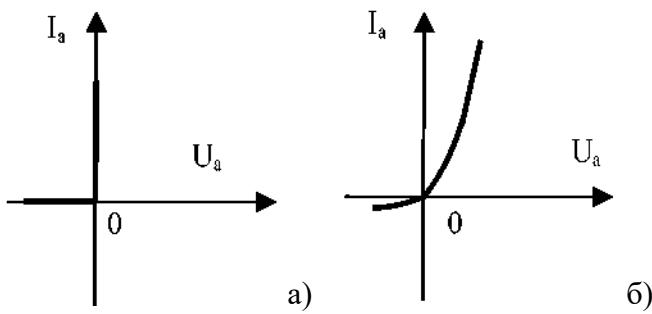

Рис. 2. Вольтамперная характеристика
30. Схемы (рис.2; 3; 4).
Вольтамперная характеристика полупроводникового диода (рис. 2, б) отличается от идеальной характеристики вентиля (рис. 2, а), т. к. при обратном напряжении диод проводит ток. Однако у хороших полупроводниковых диодов обратные токи весьма малы и несущественно влияют на работу выпрямителя.